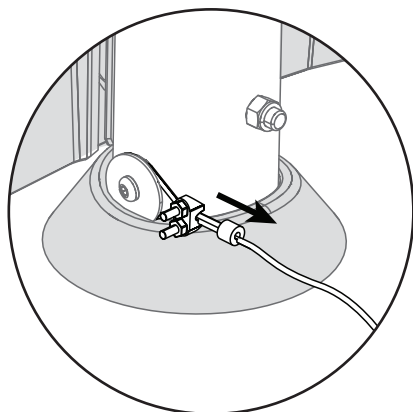
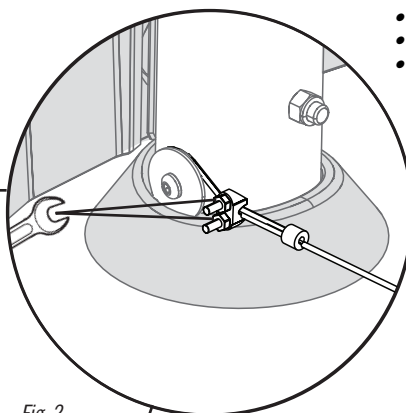
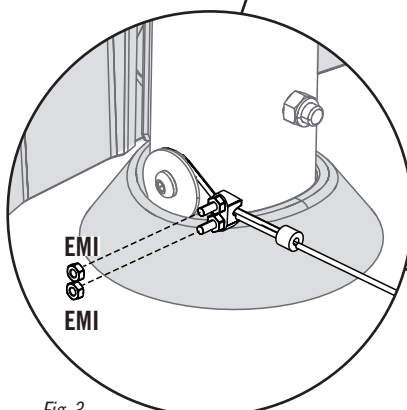

Fig. 1
Fig. 2
Fig. 3
- Now, remove any slack in the cable (**Fig. 1**), then tighten the nuts already on the cable as shown (**Fig. 2**). Secure two additional sets of **nuts (EMI)** (**Fig. 3, 4**) to the cable to cover any exposed threads.
- Nyní odstraňte veškeré prověšení lanka (**Fig. 1**), poté utáhněte matice již na lanku, jak je znázorněno (**Fig. 2**). Zajistěte dvě další sady **matic (EMI)** (**Fig. 3, 4**) ke kabelu, abyste zakryli všechny obnažené závity.
- Teraz odstraňte všetky prevesenia lanka (**Fig. 1**), potom utiahnite matice už na lanku, ako je znázornené (**Fig. 2**). Zaisťte dve ďalšie sady **matic (EMI)** (**Fig. 3, 4**) ku káblu, aby ste zakryli všetky obnažené závity.